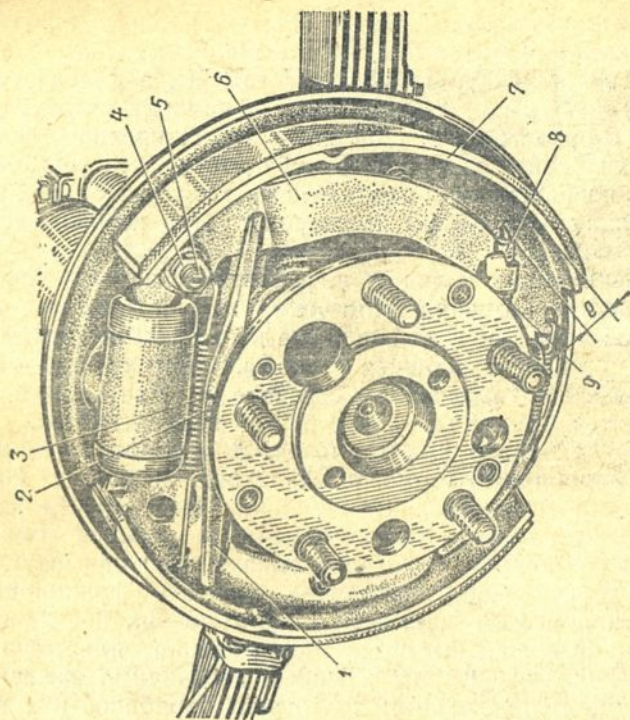

Рис. 61. Тормозной барабанный механизм заднего колеса:
При регулировке следите, чтобы уравниватель 3 натяжения тросов был расположен перпендикулярно продольной оси автомобиля. При отпущенном до отказа рычаге колеса должны вращаться свободно. Может оказаться, что после такой регулировки действие стояночной тормозной системы останется по-прежнему неэффективным. Это будет указывать на то, что износ фрикционных накладок колодок тормозов задних колес превысил величину, которую может выбрать ход рычага. В таком случае отрегулируйте положение разжимных рычагов 6 (см. рис. 61) на ребрах колодок тормозов задних колес.
3. Отверните на 2—3 оборота гайку 4 (см. рис. 61) регулировочного эксцентрикового винта 5 разжимного рычага 6. Затем, отжав отверткой пружину 9, вращайте винт 5 по часовой стрелке на левом тормозном механизме и против часовой стрелки на правом, перемещая рычаг 6 к ободу колодки 7. Рычаг передвигайте настолько, чтобы зазор *e* между бонкой 8 троса и ободом колодки 7 составил 4—6 мм.